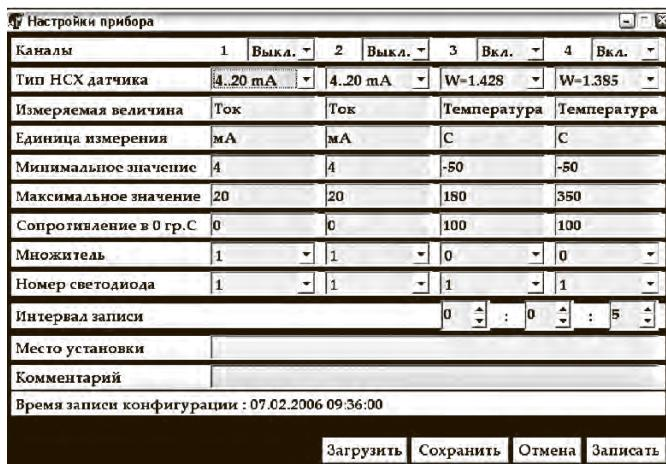

рис.13
1) Навести мышь на строку в таблице, соответствующую прибору, щелкнуть по ней мышью и в появившемся меню (рис. 11) выбрать пункт «Настройки прибора». Появится окно настроек, приведенное на рис. 13. В этом окне число каналов соответствует типу прибора: для ИС-203.4 - 4 канала, для ИС-203.3 - 2 канала.